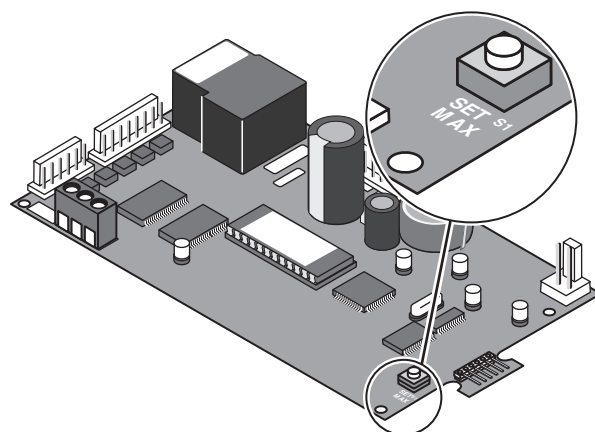

Figura 33.
3. Pressione o botão **Max. Temp. Set Point** na parte de trás da placa de controle (ver Figura 33).